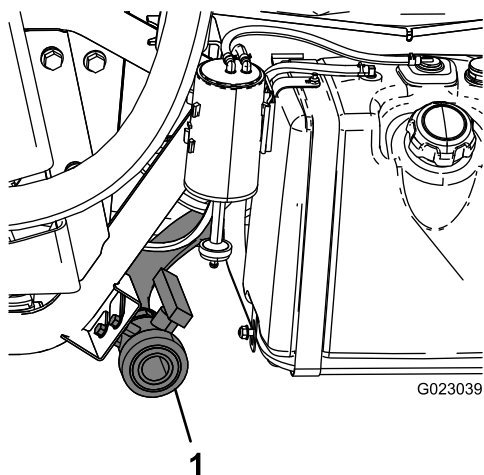

Figura 15
2. Localice la válvula de vaciado del depósito situada en el lado izquierdo de la máquina (Figura 15).
con la normativa local y las indicaciones del fabricante del mismo (Figura 15).
5. Cuando el depósito se haya vaciado por completo, cierre la válvula de vaciado e instale la válvula en el soporte (Figura 15).